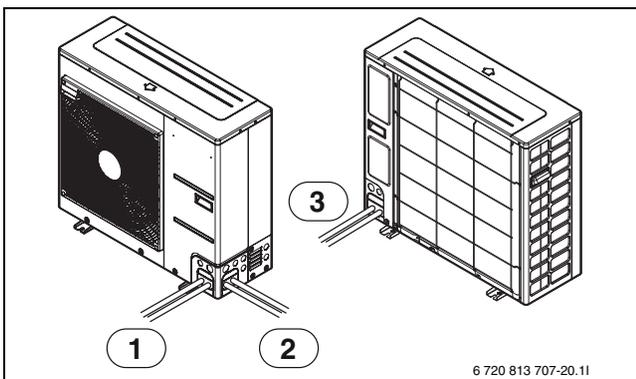

Bild 21
- Rohre können in vier Richtungen angeschlossen werden. Mögliche Richtungen siehe Abbildung (→Abb. 21 und 22).